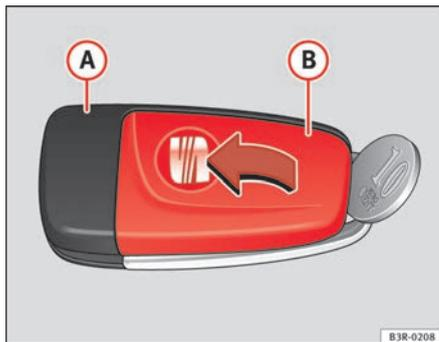

Fig. 68 Chave principal:
- Separe **com cuidado**, fazendo alavanca com uma moeda, a parte da chave ⇒ fig. 68 **A** e a tampa **B**.